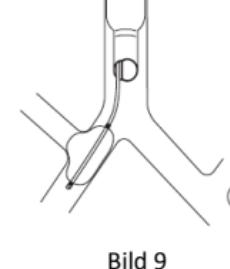

Bild 9
- För höger torakotomi, placera och blås upp blockeringskuffen så att den tränger lätt in i bronkens övre lob. Detta kommer att hjälpa fixeringen av blockeringskuffen på plats och säkert blockera höger huvudbronk (Bild 9).